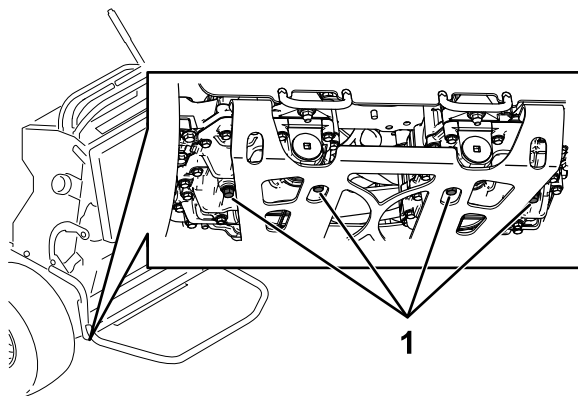

Figura 73
3. Localice los tapones de vaciado en la parte inferior de la transmisión, y coloque un recipiente de vaciado debajo del tapón (Figura 73).